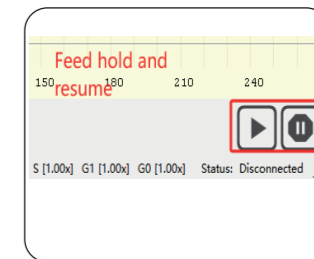

Figure 20 : maintien et reprise de l'alimentation
- **Si vous souhaitez simplement faire une pause pendant que le laser fonctionne et reprendre le travail inachevé, vous pouvez cliquer sur le bouton de maintien et de reprise de l'alimentation, comme indiqué sur la figure 20.**